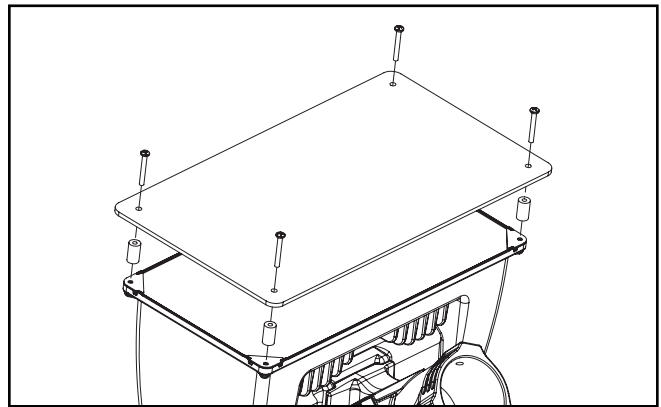

Figure 7.
Protecteur anti-bris (Figure 7).
1. Desserrez et retirez les quatre (4) vis à tête cruciforme 10-24 situées sur la face du luminaire.
2. Alignez les quatre (4) entretoises de 22,2 mm avec les trous existants.
3. Utilisez les quatre (4) vis 10-24 x 38,1 mm pour fixer fermement le protecteur anti-bris sur le dessus du luminaire. (Figure 7.)